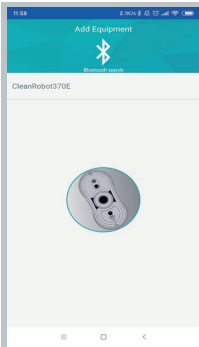

Рис.4
- 5) Нажмите кнопку «поиск Bluetooth» на вашем смартфоне, подключите устройство к роботу (Рис.4).